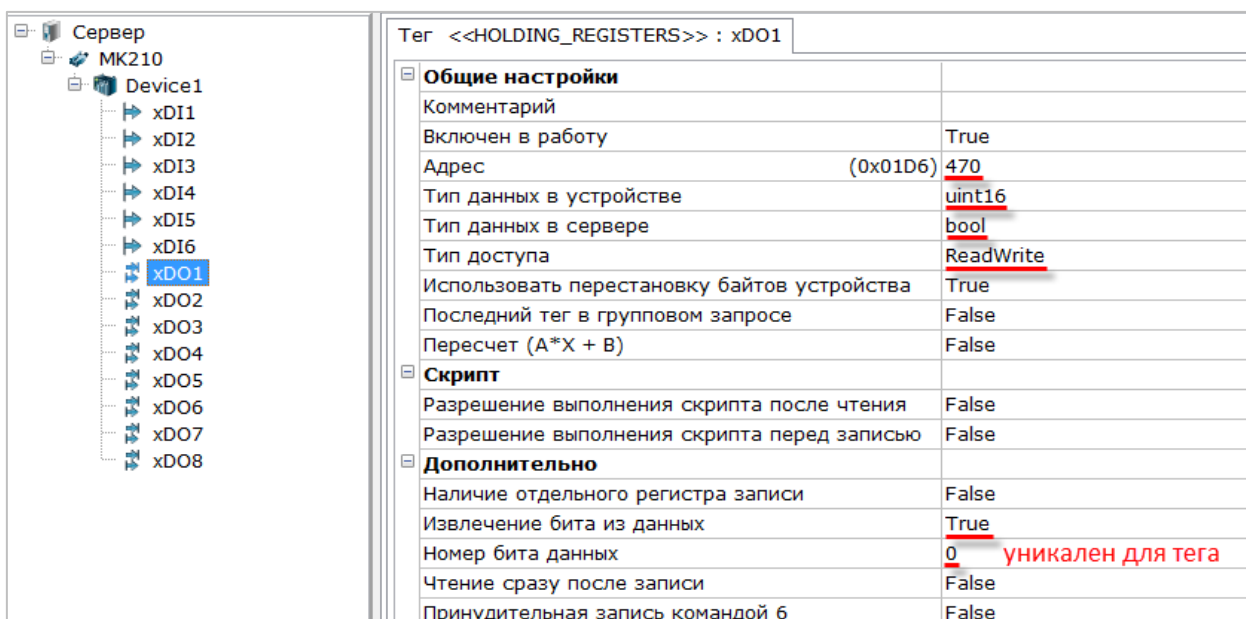

Рис. 7.4. Настройка тегов дискретных выходов
- 8 тегов для управления дискретными выходами модуля – с названиями **xDO1...xDO8** и следующими настройками (см. рис. 7.4). **Номер бита данных** уникален для каждого тега: **xDO1** – бит 0, **xDO2** – бит 1 ... **xDO8** – бит 7. Остальные настройки идентичны для всех тегов. Адрес регистра выбран в соответствии с п. 2.5.